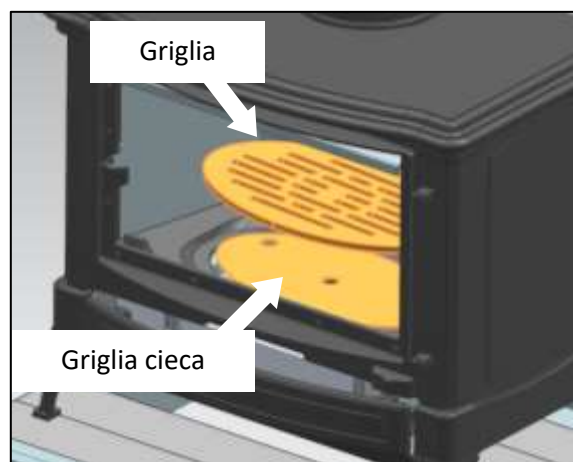

Fig. 20
**Se la stufa ha una griglia cieca, deve essere rimossa prima di pulire la cenere (Fig. 20).**